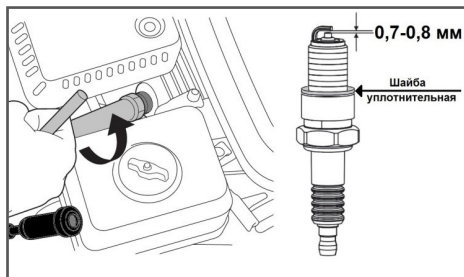

Рис. 29 Обслуживание свечи зажигания
- Снимите со свечи зажигания колпачок высоковольтного провода и удалите грязь вокруг свечи зажигания (Рис. 29).
- Измерьте зазор между электродами свечи зажигания специальным щупом. Зазор должен быть $0,7-0,8$ мм (Рис. 29). При увеличении, или уменьшении требуемого зазора, рекомендуется заменить свечу, так как регулировка зазора может привести к изменению качества искрообразования.